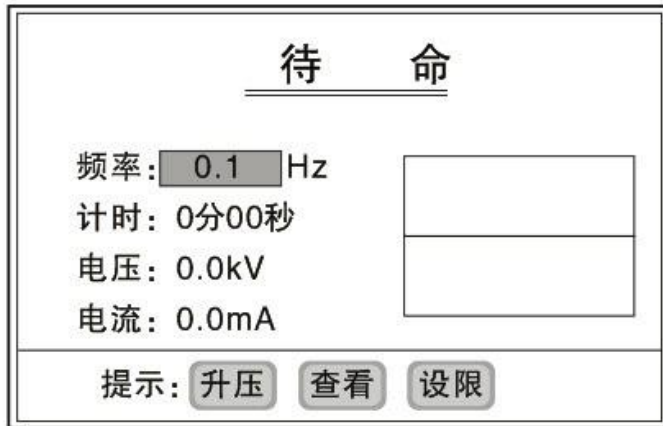

图6 (待命界面)
(C) 点击“返回”键，仪器进入图 6 所示的升压待命界面。
(3) 待命界面
按图 6 点击升压键后，仪器在电脑的控制下，按如下流程进行升压试验：自检→升压→等幅输出→停机
凡是通过了定时停机、点击“停机”键进行的停机、过压保护停机、以及过流保护停机的数据仪器自动将其保存为历史数据。最多能保存九次测量的数据, 九次以前的将自动删除。点击图 6 中的“查看”键, 可查看最近九次试验的历史数据